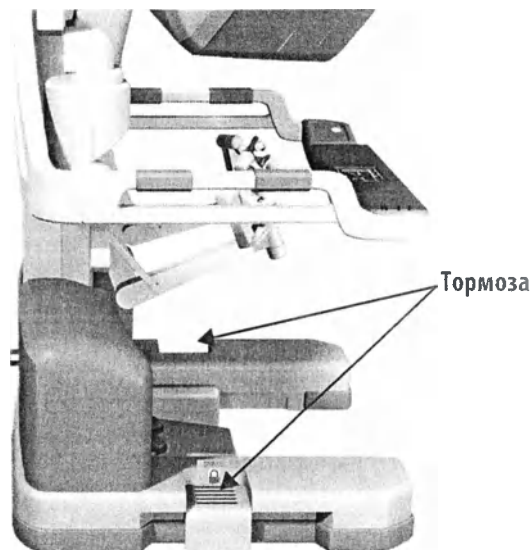

Рисунок 3.4 Тормоза консоли хирурга
Разместив консоль хирурга в желаемом положении для проведения операции, нажмите на тормоза (Рисунок 3.4).
- Нажмите ногой на педаль тормоза; когда педаль находится в нажатом состоянии, видна надпись «BRAKE» («ТОРМОЗ») и символ замка. Тормоза расположены по обеим сторонам основания консоли хирурга (Рисунок 3.4).